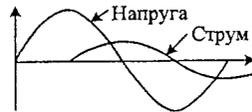

Рисунок 3.4 – Змінна напруга і струм на котушці індуктивності
**Індуктивний опір ( $X_L$ )** являє собою протидію зростанню струму з боку виникнення в котушці індуктивності ЕРС самоіндукції. Коливання напруги випереджають за фазою коливання сили струму на  $\pi/2$  радіан (рис. 3.4). Середня за період потужність  $P = 0$ .